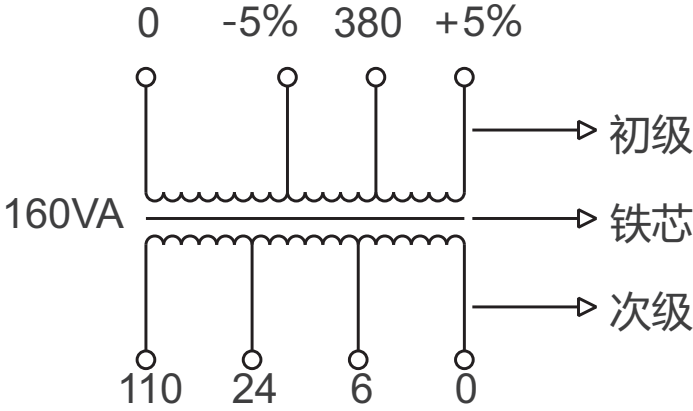

图3 连续式中间带抽头绕组
3.2.3 变压器的线圈也有多绕组多抽头的形式，就是利用抽头的方式在次级上抽得相应的所需电压；此种方法只有特殊订货时使用，此种变压器应参考附件说明进行使用，以免发生超容量烧坏变压器的事故。形式见图3。
图3例如JBK-160型，容量160VA，输入(380±5%)V，输出110V,24V,6V因为次级有抽头电压6V，24V，当只使用最高电压110V时，110V可达到额定容量160VA，次级电流=160/110=1.5A，则当110V，24V，6V单独或同时使用时的总电流之和不能超过1.5A；即无论输出电压是单独使用或二组以上同时使用时，其负载的总电流不能超过变压器的次级电流值。
6.1 购买前，先估算好您所使用的电器总容量，参考图1~图3的结构，选用留有一定余量的变压器，确保瞬时启动时不烧坏变压器。
6.2 本变压器严格按照国家有关标准设计生产，当您使用多抽头电压的变压器，应按图3，例题计算后使用，总之无论您使用哪种变压器其电流总和不能超过该变压器的额定电流值。
8.1 变压器的型号、规格、容量、初、次级电压及次级电压的容量分配或参考图1-图3的举例来选择适合您自己的产品。